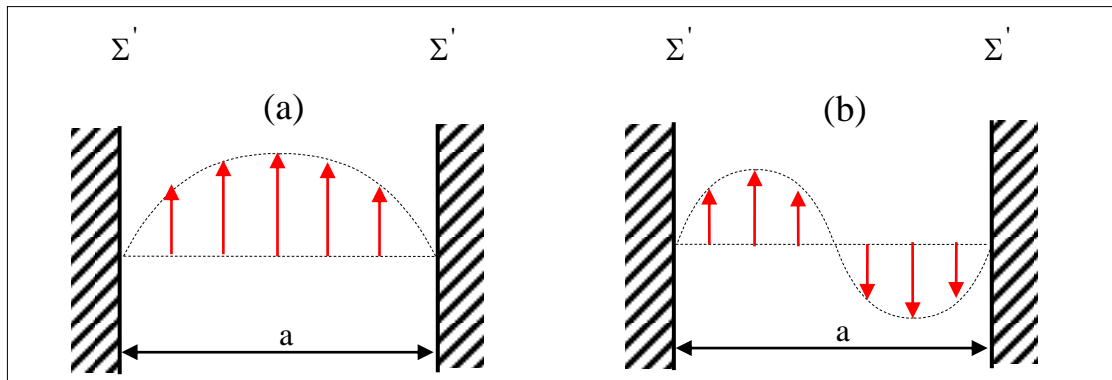

Figure 9 : Instantané du champ électrique dans une section droite du guide, (a)-mode TE_{01} , (b)- mode TE_{02}
- Sur les parois métalliques, donc conductrices, le champ électrique E est nul, c'est la propriété d'un conducteur. Ceci impose **la distribution du champ électrique** de la figure 9-a par exemple. Ce mode de propagation est appelé mode TE_{01} . Mais d'autres modes de propagation sont également possibles, la figure 9-b montre par exemple la distribution du champ électrique pour le mode TE_{02} , etc. On parle ici d'onde TE (Transverse Electrique), en effet l'onde n'est plus TEM car le champ magnétique a maintenant deux composantes dont une dans la direction de propagation.